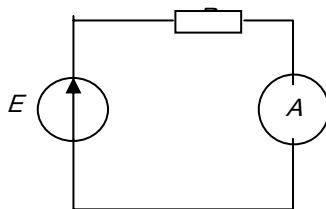

Рис. 6.3
- в) собрать схему, показанную на рис. 6.3, и определить ток короткого замыкания  $I_K$ ;
- 8 Будет ли оказывать влияние величина внутреннего сопротивления источника  $E$  (рис. 6.3) на положение рабочей точки нелинейного элемента?